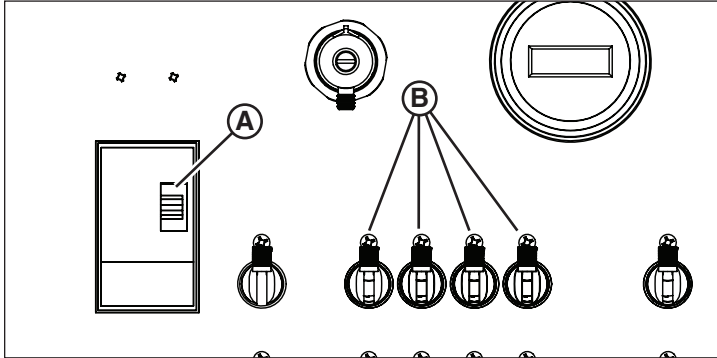

Figura 19
- Encienda el disyuntor principal de las luces (A, Figura 19) (si está ajustado en APAGAR).
- Encienda los interruptores individuales de las luces (B, Figura 19) (1 al 4, si están ajustados en APAGAR).